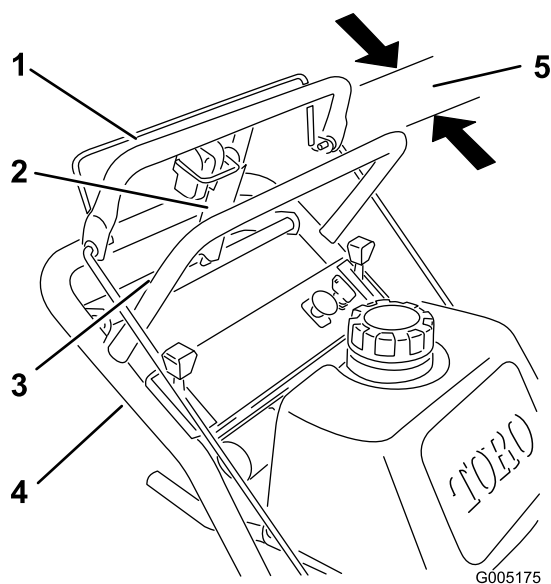

Figure 11
4. Vérifiez l'espace entre la barre de commande supérieure et la barre fixe quand la transmission aux roues est complètement embrayée. L'espace doit être de 25 à 32 mm (1 à 1-1/4") environ (Figure 11).